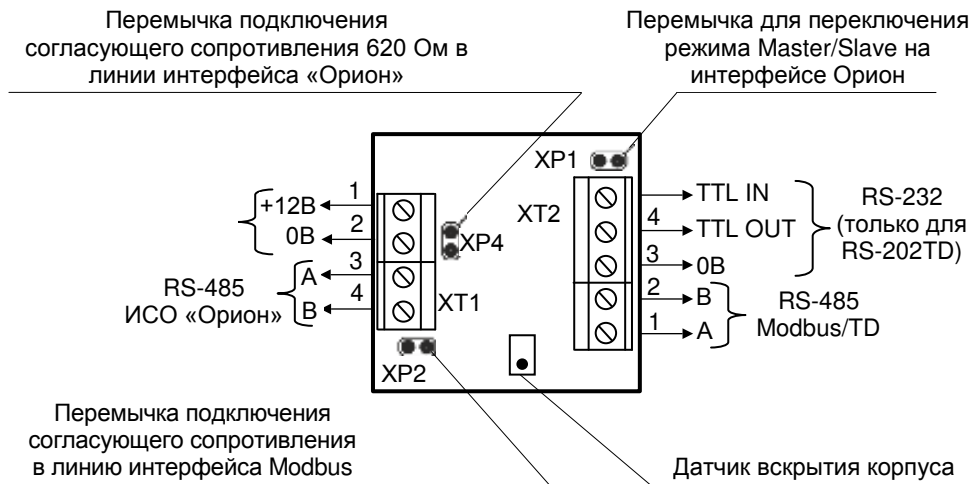

Рисунок 4. Назначение клемм и перемычек преобразователя «С2000-ПП»
4.1.1 Подключите линии А и В интерфейса RS-485 «Орион» к клеммам XT1.3 и XT1.4 соответственно (см. рис. 4). Максимальное сечение проводов 1,5 мм².
4.1.2 Если преобразователь не является последним в линии интерфейса RS-485, удалите перемычку с разъёма XP4 (см. рис. 4).
4.2.2 Если преобразователь не является первым или последним в линии интерфейса RS-485, удалите перемычку с разъёма XP1 (см. рис. 4).